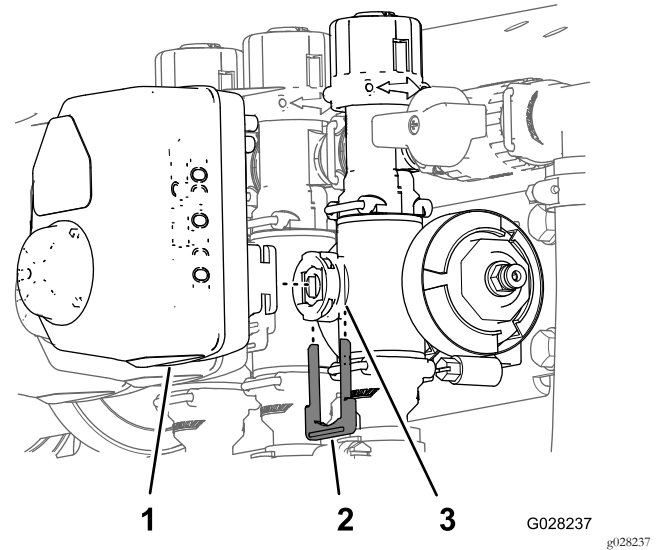

Figura 111
3. Retire la horquilla de retención que sujeta el actuador al distribuidor de la válvula de control de caudal, de agitación, fumigación maestra o de sección (Figura 111).